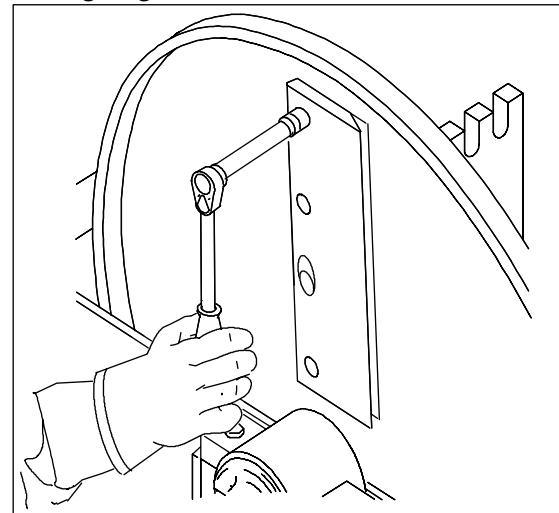

Bild 12. Borttagning av knivens fästsruvar
2. Lossa knivens fästsruvar M10. Vrid nyckeln så att handen inte skadas mot kniven om nyckeln eventuellt slinter. Bild 12.